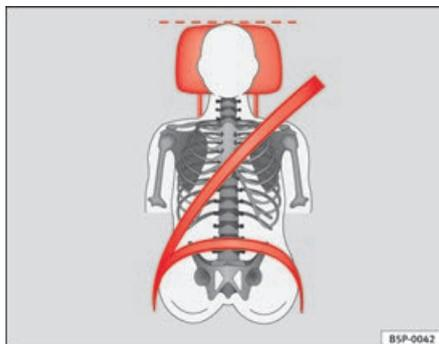
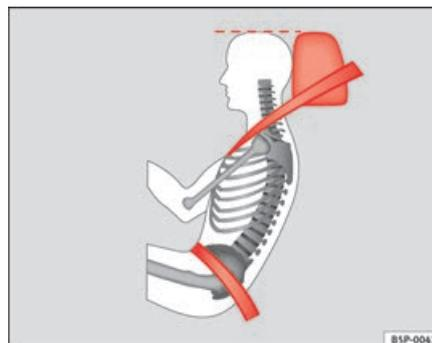

Fig. 92 Vue de face : appuie-tête convenablement réglé et ceinture correctement ajustée
Fig. 93 Vue de côté : appuie-tête convenablement réglé et ceinture correctement ajustée
- Ajustez l'appuie-tête de sorte que le bord supérieur de celui-ci soit à la même hauteur que la partie supérieure de la tête, et au minimum à la hauteur des yeux ⇒ fig. 92 et ⇒ fig. 93.